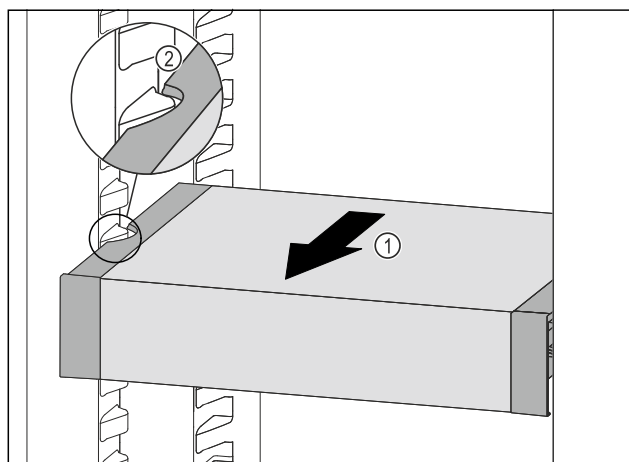

Fig. 121
- ▶ Trekk VarioSafe forover Fig. 121 (1), til utsparingene på sidene av VarioSafe er på nivå med rillene i kjøleskapet. Fig. 121 (2)